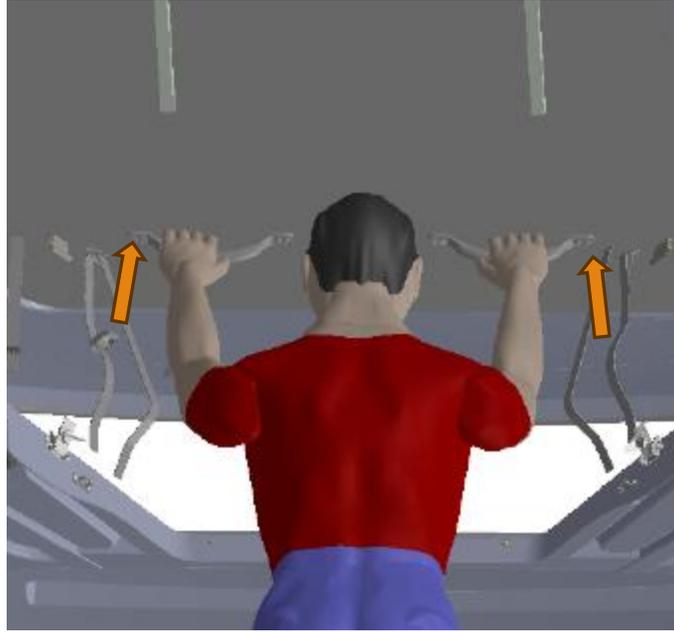

Abb. 3
- Heben und drücken Sie das Dach mit beiden Händen gleichmäßig nach oben. Wichtig ist, dass das Dach beim Öffnen nicht unkontrolliert in irgendeine Richtung kippt (Abb. 3).